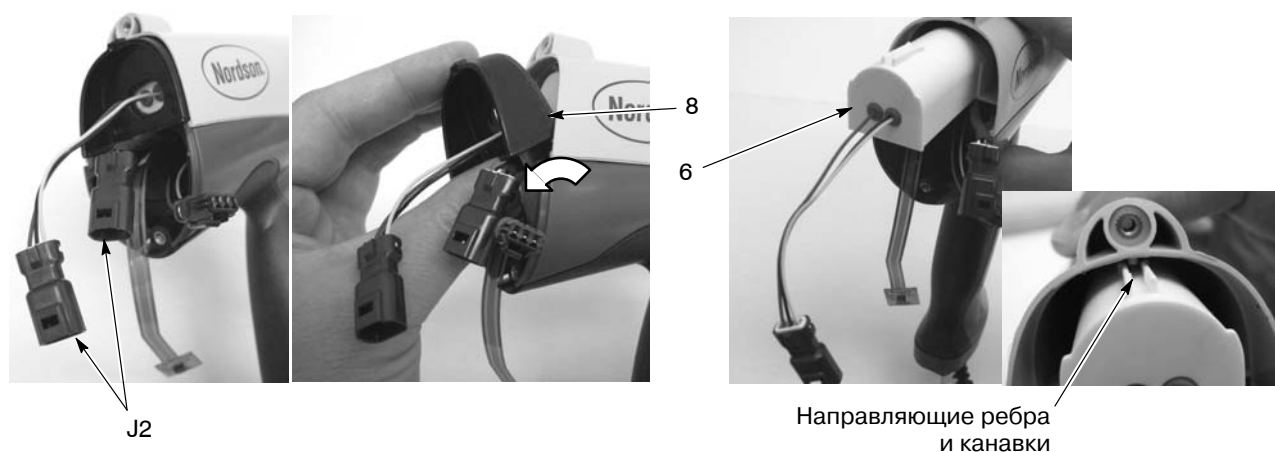

Рис. 5-2 Замена блока питания
2. См. рис. 5-2. Вставив миниатюрную отвертку в паз в разъемах J2 кабеля распылителя/блока питания, освободить защелку и разъединить разъемы.
3. Потянув за верхнюю часть крышки перегородки (8), снять ее с распылителя.
4. Выдвинув блок питания (6) из корпуса распылителя, вытянуть провода питания и разъем через крышку перегородки.
12. См. рис. 5-2. Если снимался блок питания, задвинуть его в верхнюю полость корпуса распылителя, вставив внутренние направляющие ребра корпуса распылителя между соответствующими канавками на блоке питания.